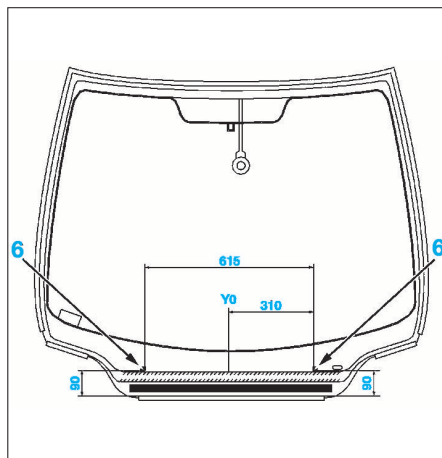

FIG. 77
• Mettre en place les 2 cales (6) (fournies avec le pare-brise) à 90 mm du profilé central inférieur et à 310 mm de l'axe de symétrie (Y0) du pare-brise (Fig.77).